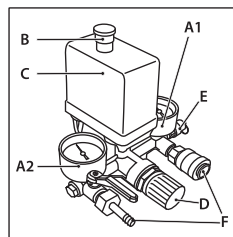

рис. 11
Компрессор работает полностью автоматически при помощи реле давления (C) (рис. 11), останавливающего двигатель по достижении максимального давления и запускающего компрессор при падении давления до минимального установленного уровня (на 2 бара меньше максимального рабочего давления).
Регулировка выходного давления сжатого воздуха возможна с помощью выходного редуктора и манометра расхода выходного воздуха. Для этого достаточно повернуть вентиль редуктора (D) по часовой стрелке для увеличения давления, против часовой стрелки — для уменьшения давления. По завершении работы перевести значение выходного давления на нуль по манометру (A2) (рис. 11). Данная операция необходима, чтобы предотвратить увеличение погрешности и быстрый износ редуктора.
Подключение пневматического инструмента к компрессору осуществляется с помощью выходного пневмоконнектора быстросъемного штуцера (F) (рис. 11).